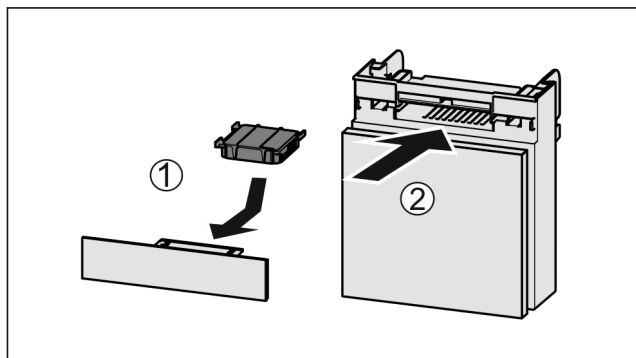

Fig. 187
- ▶ Вставити фільтр з активованого вугілля за малюнком Fig. 187 (1).
- ▶ Вставити відділення Fig. 187 (2).